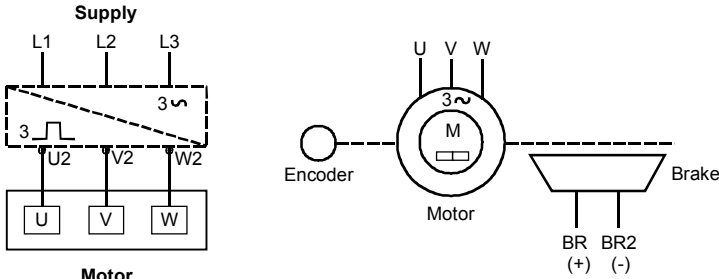
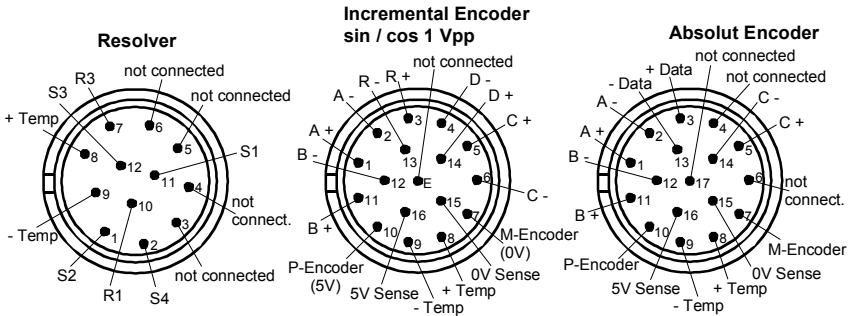

Fig. 6 Esquema de conexiones
Fig. 9 Conexión de señales (vista sobre clavijas de enchufe)
- Observe los datos de la placa de características (cap. 3.1) y las indicaciones de los esquemas de conexiones (Fig. 6 hasta Fig. 9).
- Realizar la asignación de conectores según la Fig. 9.